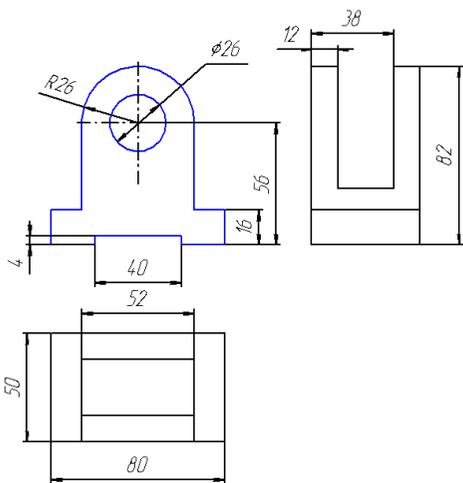

Рис.117
**ЗАДАНИЕ 2.** Построить трехмерную модель фигуры, показанную на рис.117.